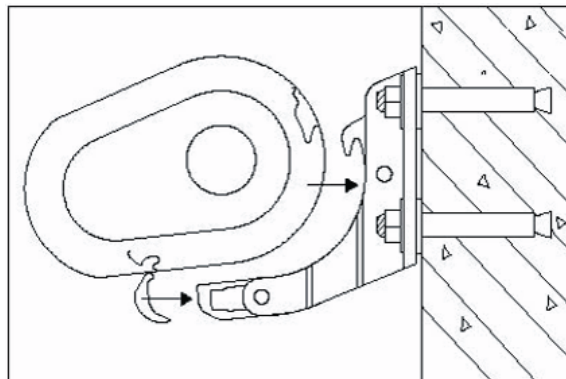

Bild 5
7. Die ausgepackte Markise mit Hilfe einer weiteren Person in die Halterung hängen und seitlich so ausrichten, dass sich die Halterungen im Bereich der Markierungen (siehe Punkt 3) befinden. Jetzt mit den Sicherungsschrauben die Markise an der Halterung befestigen und so gegen Herausfallen sichern (Bild 5).